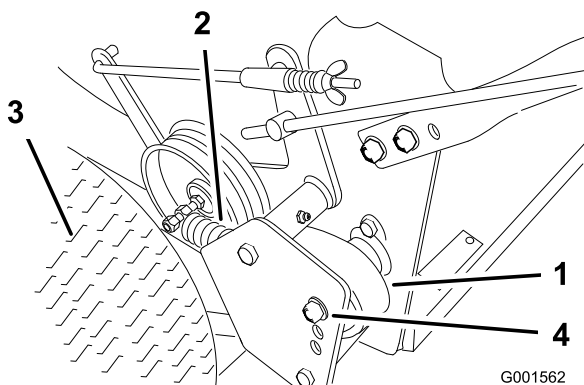

Figura 37
1. Retire el pasador de horquilla que sujeta la varilla del freno al brazo del freno para aliviar la tensión en la polea tensora de la correa (Figura 37).
2. Retire el perno inferior y afloje el perno superior del protector para poder girarlo y facilitar el acceso a la correa (Figura 37).
3. Eleve la correa, desacópela de la polea tensora y retírela de la polea de transmisión (Figura 37).
6. Sujete el protector con el perno que retiró anteriormente y apriete los pernos (Figura 37).
7. Sujete la varilla del freno al brazo del freno con el pasador de horquilla (Figura 37).